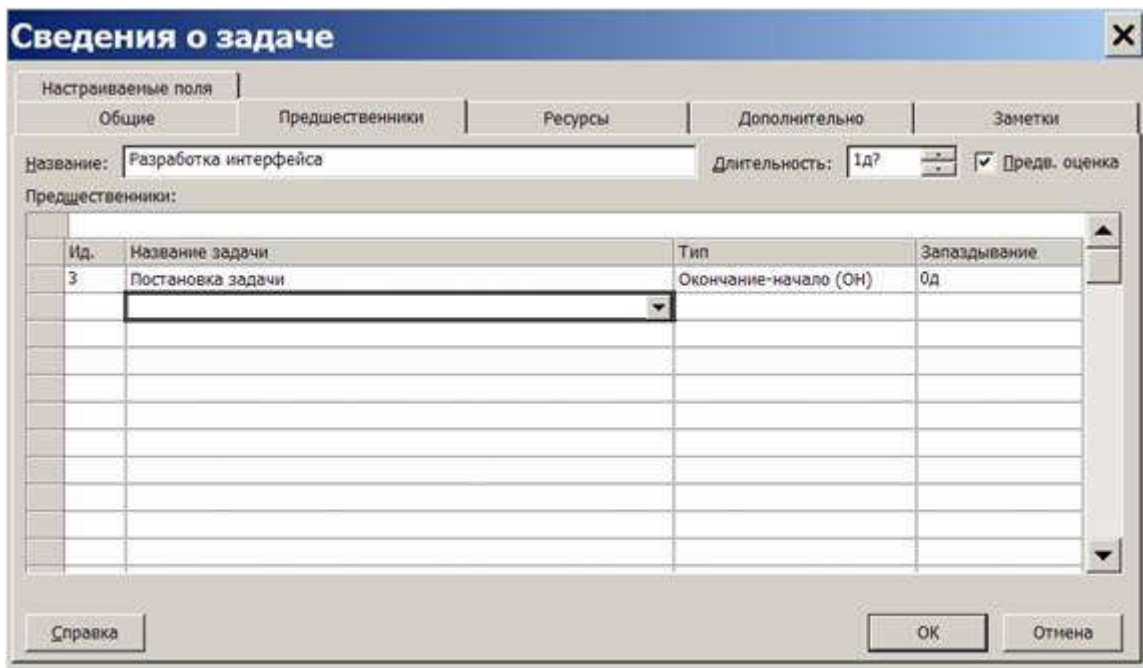

Рис. 3.21. Вкладка Предшественники окна сведений о задаче
- В открывшемся окне сведений о задаче выбрать вкладку **Предшественники**. Она изображена на рис. 3.21.